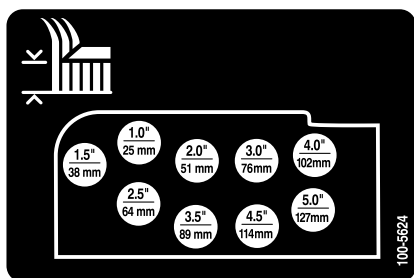

Figura 17
6. Monte las cadenas de altura de corte en el taladro de altura de corte deseado (Figura 17) con el pasador de horquilla y una chaveta.